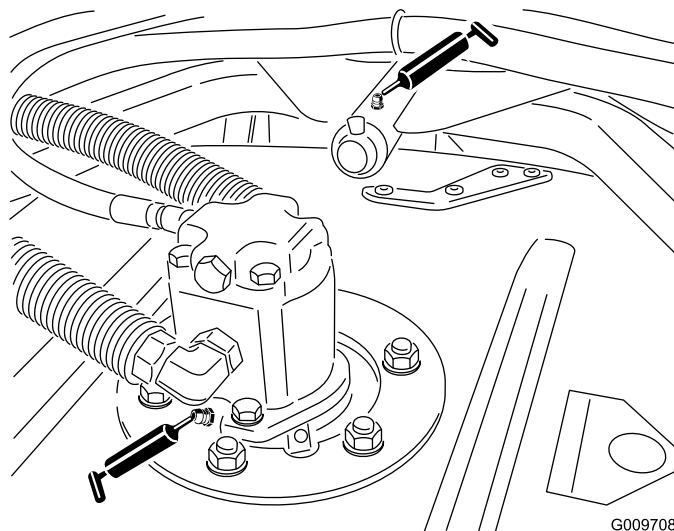

Figura 25
- Cuscinetti dell'asse del perno dell'apparato di taglio (1 per apparato di taglio) (Figura 25)
- Boccole del braccio portante dell'apparato di taglio (1 per apparato) (Figura 25)